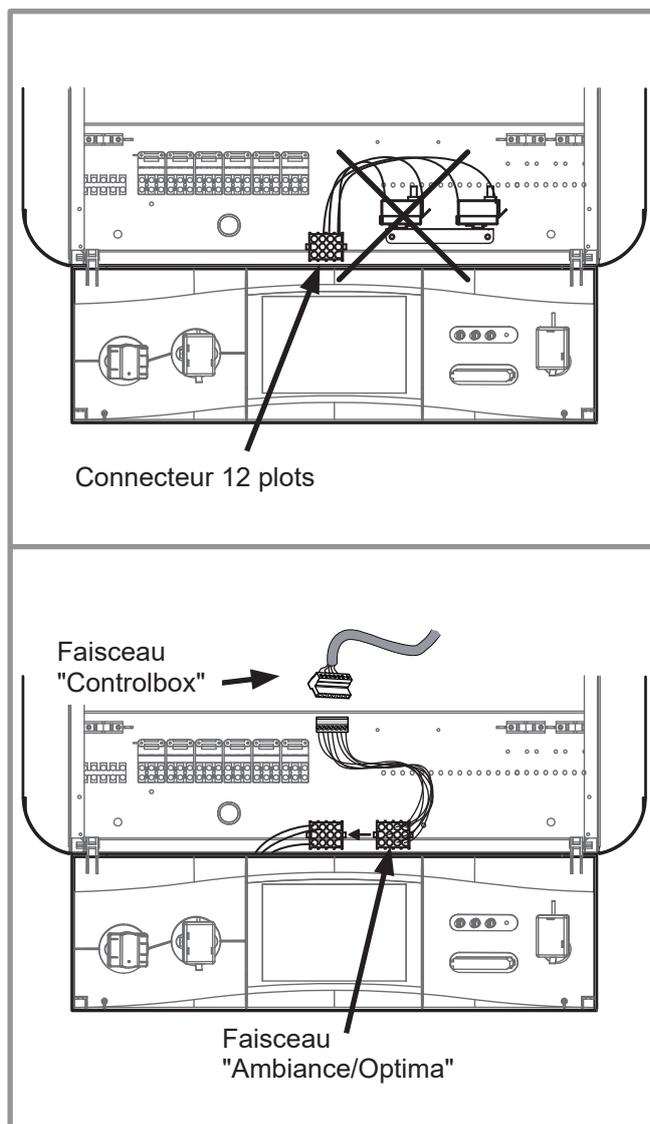

figure 8 - Ambiance BTX 4100
- Débrancher le connecteur 12 plots (figure 8).